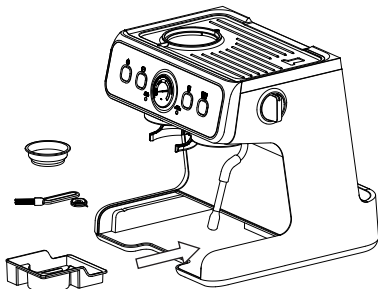

Fig. 8
Het apparaat wordt geleverd met een gereedschapssetje (15) dat bedoeld is voor het opbergen van reinigingsnaalden en -borstels. De filters voor een enkele kop en voor twee koppen kunnen ook in het gereedschapssetje worden opgeborgen. Het gereedschapssetje vind je linksonder in het apparaat. Je kunt het eruit trekken door het lekbakje te verwijderen (zie Fig. 8).